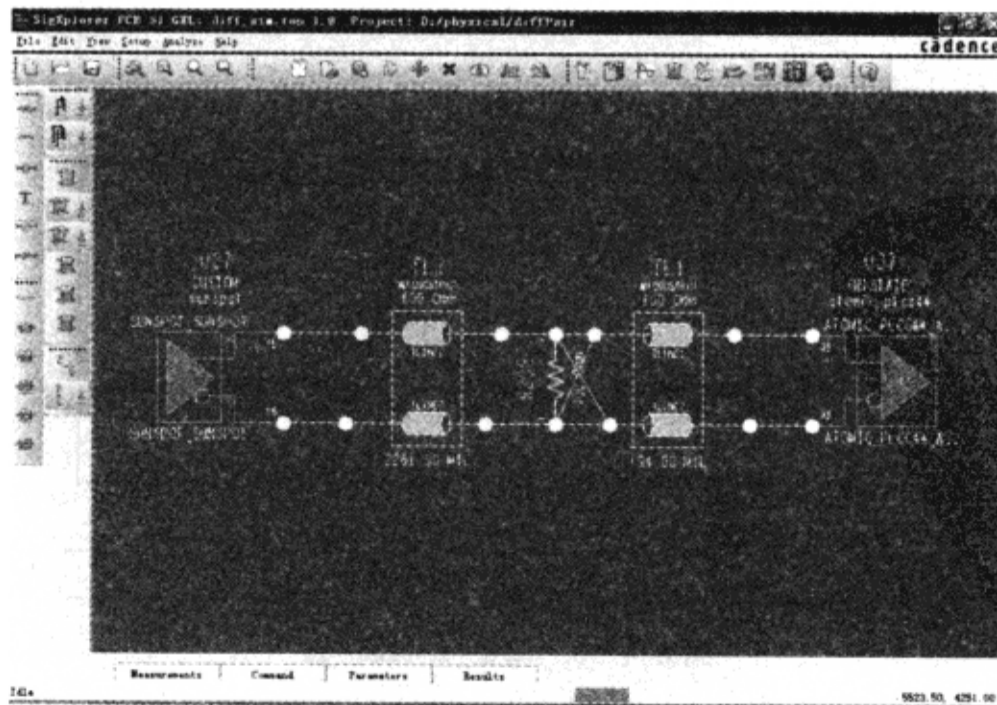

图 6-5-1 拓扑结构
(1) 从“SigXplorer PCB SI GXL”窗口执行菜单命令“File”→“Open”，打开diff\_sim.top 拓扑，如图 6-5-1 所示。